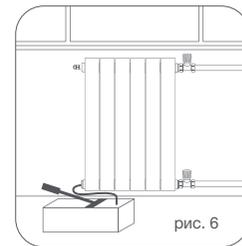

рис. 6
- 8.5. По завершению монтажных работ выполнить испытания систем отопления в соответствии с требованиями СП 73.13330.2016 «Внутренние санитарно-технические системы зданий». Гидростатическое испытание водяных систем и приборов отопления должно проводиться под давлением, в 1,5 раза превышающем рабочее давление (пример рис. 6). По факту проведения испытаний составляется акт ввода системы и приборов в эксплуатацию в установленной форме.